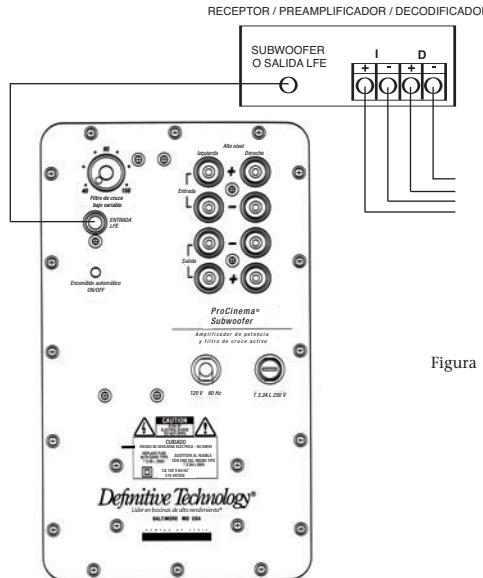

Figura 3
6. Conecte un cable RCA simple de la salida "SUB OUT" del receptor a la entrada LFE del subwoofer (no incluido). [Figura 3] Este método de conexión impide el filtro de cruce o de paso bajo interno del subwoofer y depende del filtro de cruce integrado en el receptor.